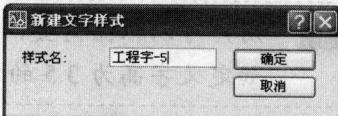

图 1-13 输入“工程字-5”
(2) 单击对话框中的“新建”按钮，打开“新建文字样式”对话框，在该对话框中的“样式名”文本框中输入“工程字-5”（输入前应切换到中文输入法输入中文），如图 1-13 所示。